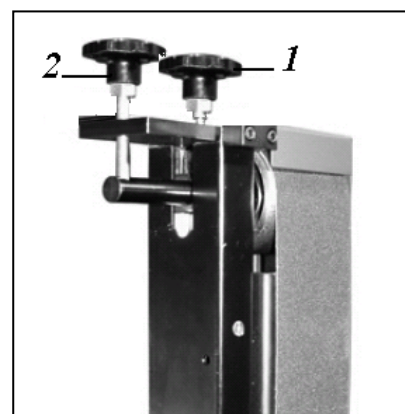

Figure 5
6. Détendre la bande à l'aide de la poignée (1 fig.5) puis retirer la bande abrasive.
8. Effectuer la tension de la bande en agissant sur la poignée (1 fig.5).
9. Lancer manuellement la bande dans le sens indiqué par la flèche située sur le carter de bande puis contrôler la déviation de celle-ci en agissant sur la poignée (2 fig.5) (voir procédure de réglage décrite au chapitre 7.7).